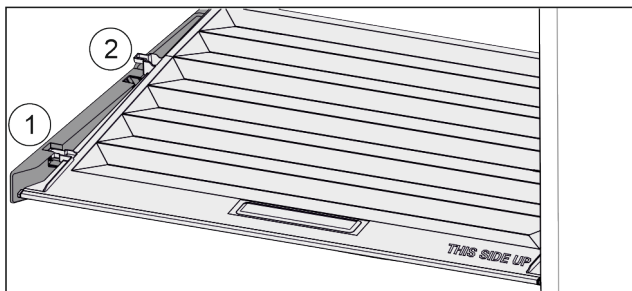

Fig. 94
- ▶ Потянуть крышку до отверстия в поддерживающих деталях вперед Fig. 94 (1).
- ▶ Поднять сзади снизу и извлечь Fig. 94 (2) движением вверх.